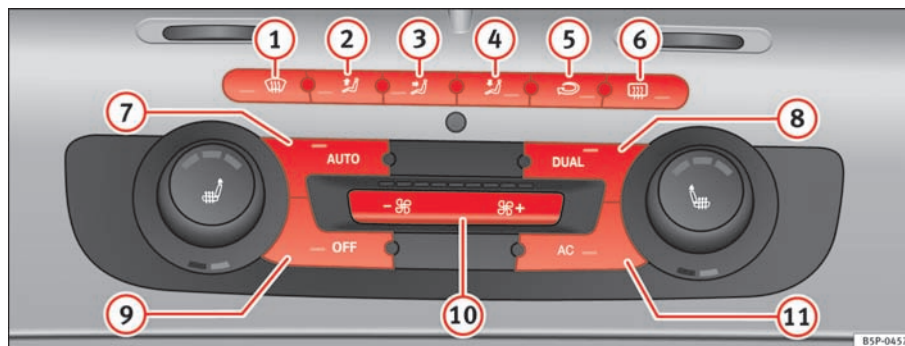

Fig. 135 Betjeningselementer til 2C-Climatronic i kombiinstrumentet
- For at aktivere den manuelle funktion skal du trykke på en af knapperne ⇒ fig. 135 ① til ⑤ eller på en af knapperne til blæserregulering ⑩. Den indstillede funktion vises i radioens eller navigationssystemets display.
- Tryk på knappen  ⇒ side 161, fig. 135  for at aktivere eller deaktivere recirkulationsfunktionen. Når recirkulationsfunktionen er aktiveret, bliver symbolet  vist i displayet.